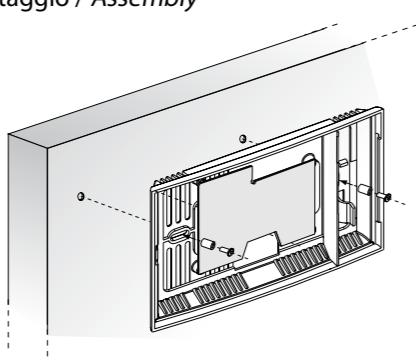

Fig 1
Per l'apertura della sonda si procede come indicato (fig. 2) e per il montaggio come in fig. 1:
- Avvertenza:** per non danneggiare il sensore e le connessioni durante il montaggio e per evitare messa a terra della schermatura del sensore si consiglia l'uso dei distanziatori (fig. 1), il sensore e la protezione metallica non devono essere rimossi per l'installazione.
To open the probe, proceed as shown (Fig. 2), while for assembly see Fig. 1:
Warning: to avoid damaging the sensor and the connections during assembly and avoid earthing the shield of the sensor, use the spacers (Fig. 1); the sensor and the metal protector must not be removed for installation.